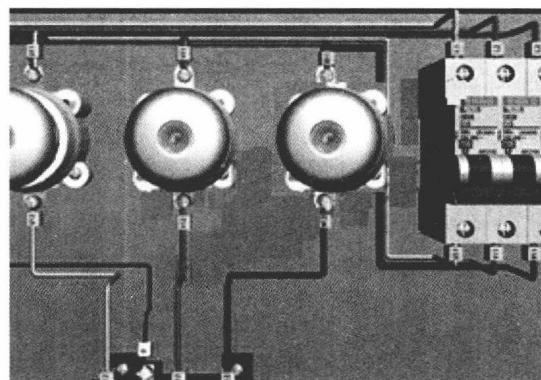

图 1-4 螺旋保险安装效果图
- （5）螺旋式熔断器的熔断管接在两个接线端子之间，电源进线接到瓷底座上的下接线端，用电设备的连接线（出线）接到连接金属螺纹壳的上接线端，如图 1-4 所示。